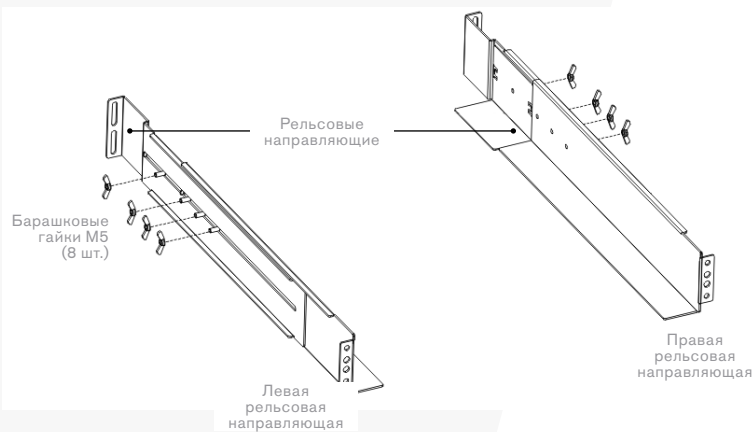

Рис. 1. Крепление направляющих
- a. Установите левую и правую направляющие на задние направляющие, как показано на рис.1. Не затягивайте винты.
- c. Затяните четыре барашковые гайки М5 сбоку от направляющей (см. рис. 1).